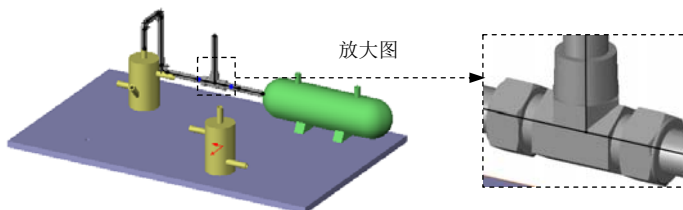

图 11.10.8 三通管的添加
Step3. 完成三通管的添加，如图 11.10.8 所示。
Step2. 创建自动步路。选择 管筒设计 功能选项卡中的 自动步路(A) 命令，系统弹出“自动步路”对话框；在 自动步路(A) 区域中取消选中 正交线路(O) 复选框，在模型中选取 Step1 创建的线路端点和图 11.10.8 所示的直线端点作为步路点；单击对话框中的 按钮，完成软性管筒的创建。